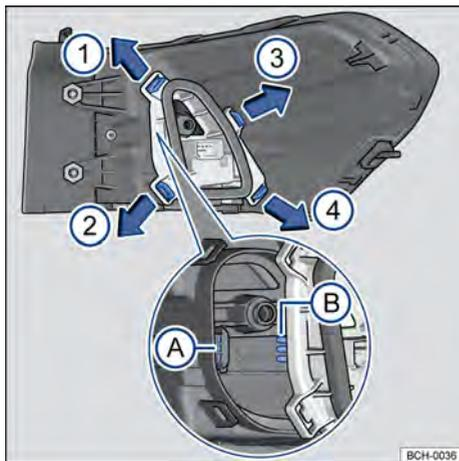

Fig. 164 Lanterna traseira: desinstalar o suporte das lâmpadas
-  Para destravar o suporte das lâmpadas, pressionar cada lingueta de travamento → Fig. 164 no sentido das setas.
-  Instalar o suporte das lâmpadas na lanterna traseira, com atenção no encaixe das lâminas de contato na carcaça → Fig. 164  e . As linguetas de travamento devem encaixar de forma audível obedecendo a sequência → Fig. 164 , ,  e .